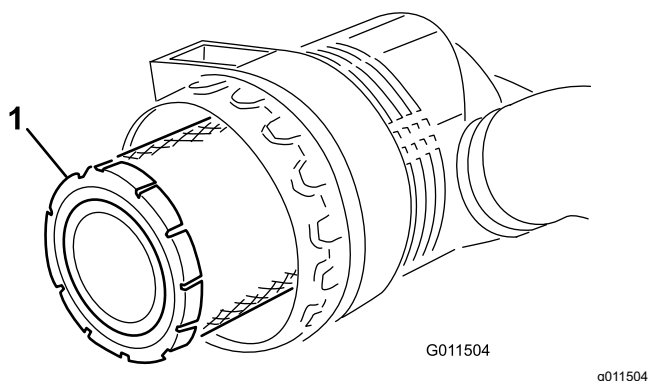

Figura 55
5. Togliete il filtro primario e sostituitelo (Figura 55).